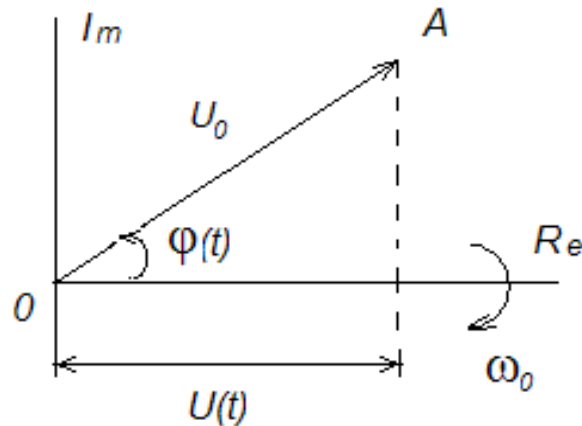

Рис. 9. Комплексное представление сигнала с угловой модуляцией.
На комплексной плоскости колебание (23) отображается вектором ОА длиной U_0 (рис. 9).